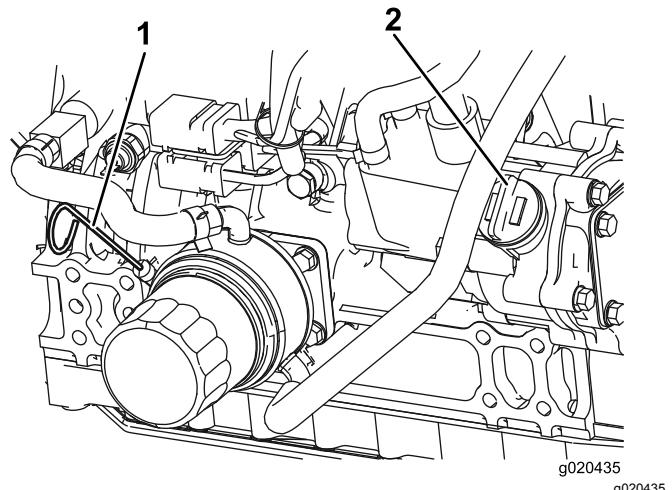

Figura 74
3. Togliete l'asta di livello, pulitela strofinandola, rimettetela nel tubo ed estraetela di nuovo. Il livello dell'olio deve raggiungere la tacca di pieno (Full) (Figura 74).
4. Se l'olio non raggiunge la tacca Full, togliete il tappo di riempimento (Figura 74) e aggiungete olio finché il livello non raggiunge la tacca. **Non riempite troppo..**